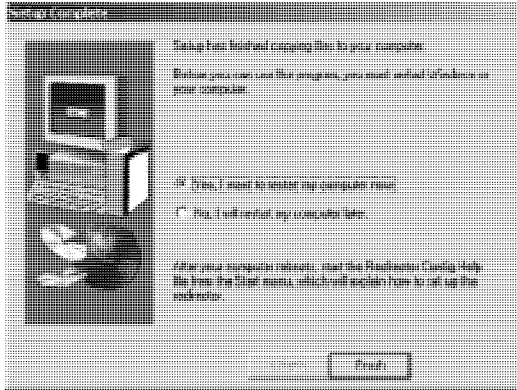

Рис. 19. Окно окончания установки
3. После завершения установки появится диалоговое окно *Setup Complete* («установка завершена», рис. 19).